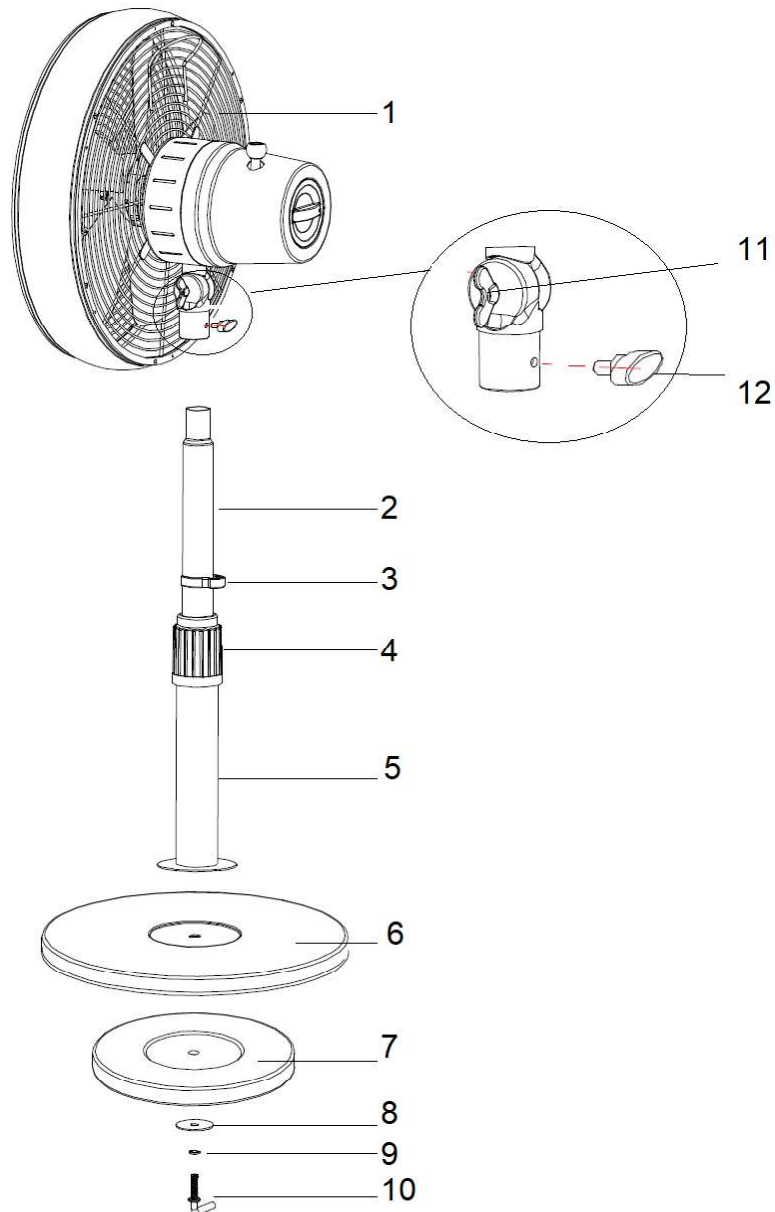

Abb. 1
1. Lösen Sie die Sockelbefestigungsschraube (10), die Federscheibe (9) und den flachen Unterlegling (8) vom Standrohr. Abb. 1
2. Befestigen Sie das Standrohr (5) am Standsockel (6). Stecken Sie die Sockelbefestigungsschraube (10) durch die Federscheibe (9), den flachen Unterlegling (8), die schwere Bodenplatte (7) und ziehen Sie die Sockelbefestigungsschraube (10) fest an, um das Standrohr (5) zu fixieren. Fig.1
3. Lösen Sie den Höhenverstellring (4) und ziehen Sie das Teleskoprohr (2) auf die gewünschte Höhe aus. Ziehen Sie den Höhenverstellring (4) fest an. Abb. 1
4. Setzen Sie die Ventilatorkeinheit (1) auf das Teleskoprohr (2). Fixieren Sie sie durch Anziehen der Feststellschraube (12). Abb. 1
5. Lösen Sie die Flügelschraube zum Einstellen der Neigung (11) und passen Sie den Neigungswinkel des Ventilatorkopfs nach Wunsch nach oben oder unten an.
Fixieren Sie den Neigungswinkel des Ventilatorkopfes, indem Sie die Flügelschraube zum Einstellen des Neigungswinkels (11) gut festziehen. Abb. 1